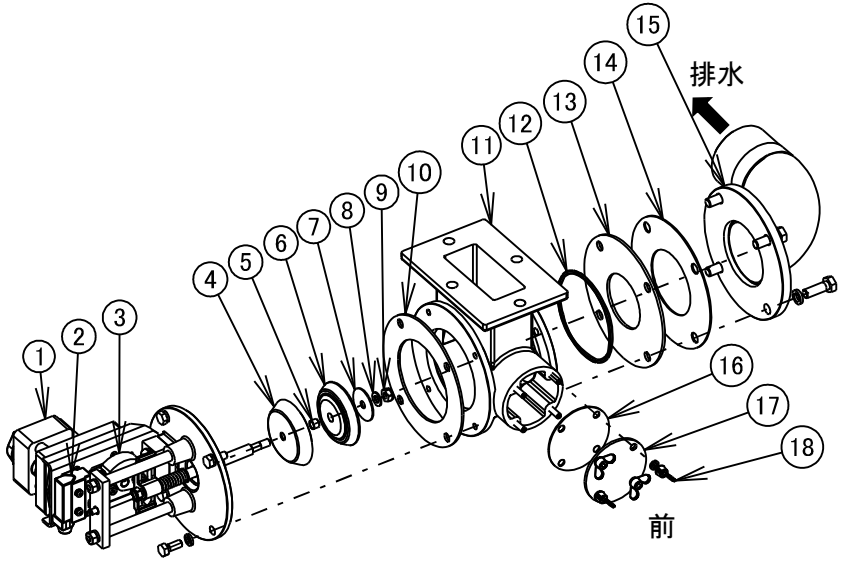

図 8-12
8. 3. 7 排水弁(図 8-12)
4) 排水弁補助弁の交換 (図 8-12)
- ・ ①モータと②リミットスイッチのケーブルコネクタを外します。①モータアース線を外します。
- ・ ボルト(M8)を緩めて①～⑩一体品を取り外します。
- ・ ⑩U ナット(M8)を緩めて⑤～⑧弁部をシャフトから取り外します。
- ・ ⑥排水弁補助弁の中央にはまっている⑤排水弁スペーサを取り外し新しい⑥排水弁補助弁に取り付けます。
- ・ ⑤～⑧弁部をシャフトに逆の手順で組み付けます。
- ・ ①～⑩一体品をボルト(M8)で組み付けます。
- ・ ①モータと②リミットスイッチのケーブルコネクタ及び、①モータアース線を接続します。
- ・ ③排水弁マイクロカム回転方向と排水弁の動作確認を行うこと。